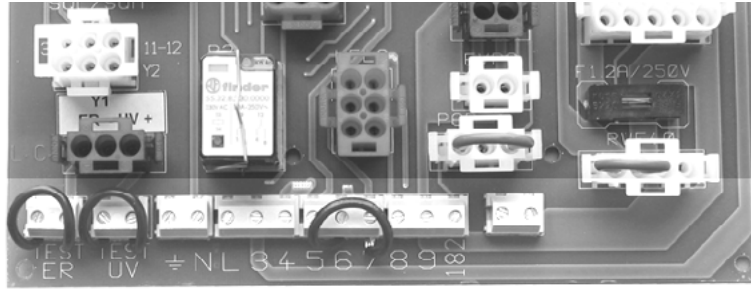
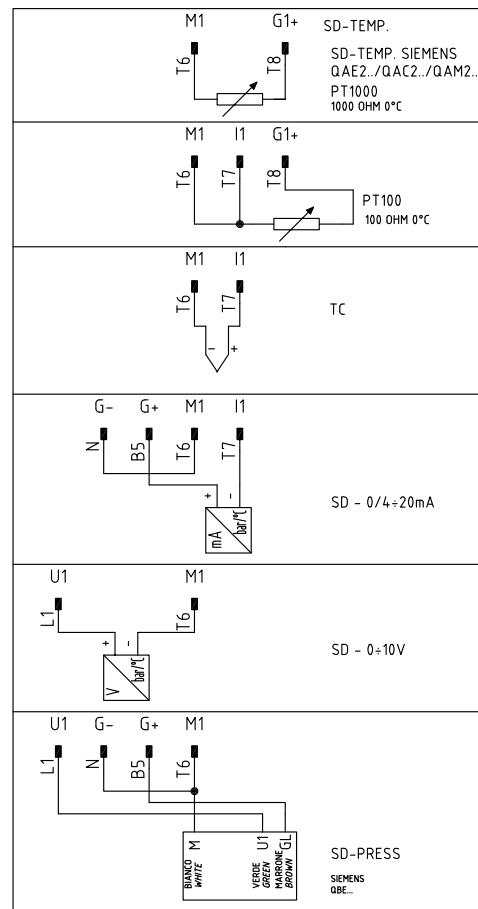

Рис. 16: Клеммник МА подключения на печатной плате
Рис. 18: Соединение датчиков
По подключениям см. клеммник на Рис. 16
1). Подсоединить провода, относящиеся к разрешительному сигналу от котла к горелке, на следующие компоненты (Рис. 16, Рис. 18)
2). Подсоединить провода, относящиеся к разрешительному сигналу от котла к горелке, на следующие компоненты (Рис. 16, Рис. 18)
3). В случае с модулирующими горелками, клеммы 5,6 и 7 клеммника МА горелки уже подсоединены с модулирующему регулятору (мод. RWF 40). С электрощита выходит 4-х полюсная вилка, предназначенная для подключения датчика температуры или давления (см. Рис. 18)